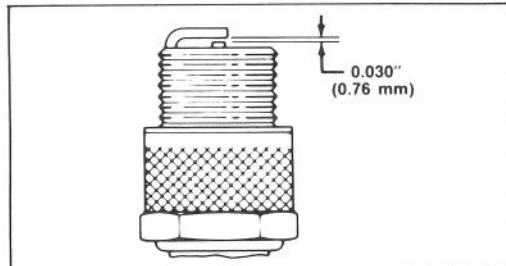

Abbildung 35
3. Den Elektrodenabstand der neuen Zündkerze auf 0,76 mm einstellen (Abb. 35). Dann die neue Kerze in den Zylinderkopf einschrauben und auf 20,4 Nm anziehen. Wird kein Drehmomentschlüssel verwendet, die Kerze fest anziehen.